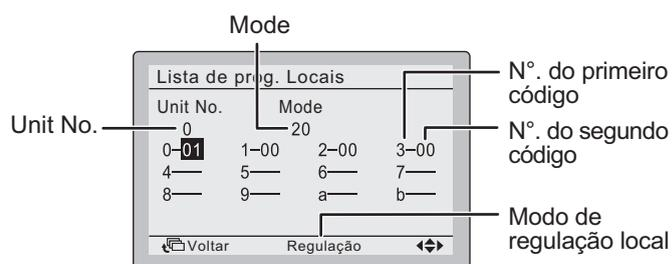

Fig. 30
- Depois de estar no modo de regulação de campo, selecione o modo no. 12 e depois defina o primeiro no. de código (interruptor) para "1". Depois defina o segundo no. de código (posição) para "01" para DESLIGAR FORÇADO e "02" para LIGAR/DESLIGAR. (DESLIGAR FORÇADO definido de fábrica) **(Consulte a Fig. 30)**